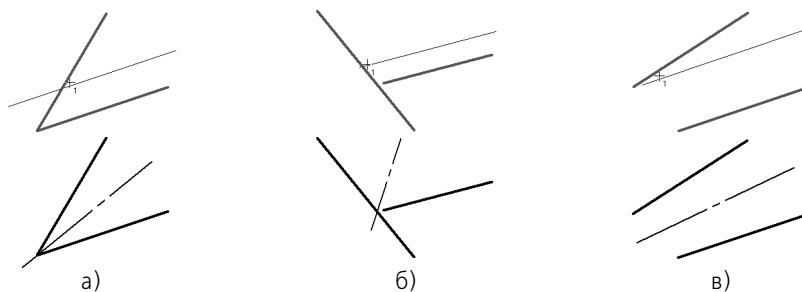

Рис. 27.32. Примеры построения автоосевой
- ▼ если отрезки пересекаются, то автоосевая начинается в точке их пересечения (рис. 27.32, а),
- ▼ если один отрезок пересекается с воображаемым продолжением второго отрезка, то автоосевая начинается в точке пересечения этих линий (рис. 27.32, б),
- ▼ если отрезки не пересекаются, то автоосевая начинается в точке пересечения биссектрисы угла с воображаемой прямой, проходящей через начала отрезков (рис. 27.32, в).